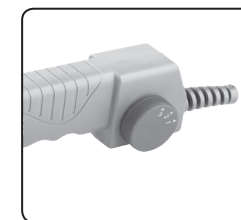

Abb. 2B
- Modell Extol® kann eine Ausführung des Temperaturreglers gemäß Abb. 2B haben.